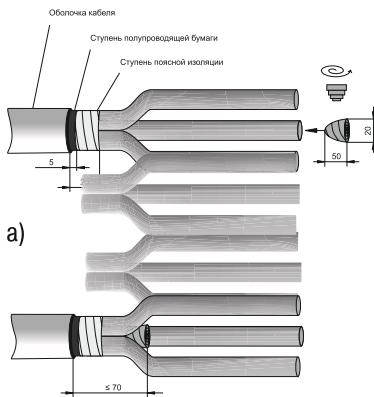

Рисунок 6
4.15 На расстоянии 5 мм от среза оболочки наложить временный бандаж на полупроводящий бумажный экран из 2–3 витков ХБ нити. Ленты экрана удалить от края поясной изоляции до бандажа. Бандаж удалить (рисунок 6а).
4.17 Из короткой ленты герметика сдвинуть конус и тщательно вдавить его в «корешок» разделки кабеля. После уплотнения расстояние от края герметика до среза оболочки не должно превышать 70 мм (рисунок 6б).